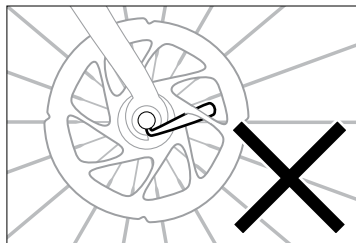

Abb. 2.4
2. Ziehe den Schnellspanner an. Achte dabei auf seine korrekte Stellung in den Ausfallenden und seinen festen Sitz. Wenn der Hebel des Schnellspanners nicht korrekt umgelegt ist (d. h. er ist nicht an der Kettenstrebe ausgerichtet), kann er sich in der Bremscheibe verfangen (siehe Abbildung 2.4).